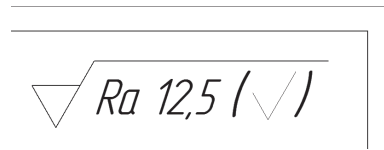

Рис. 82
11. Завершить оформление чертежа, проставив неуказанную шероховатость (рис. 82) и заполнив основную надпись (рис. 83).